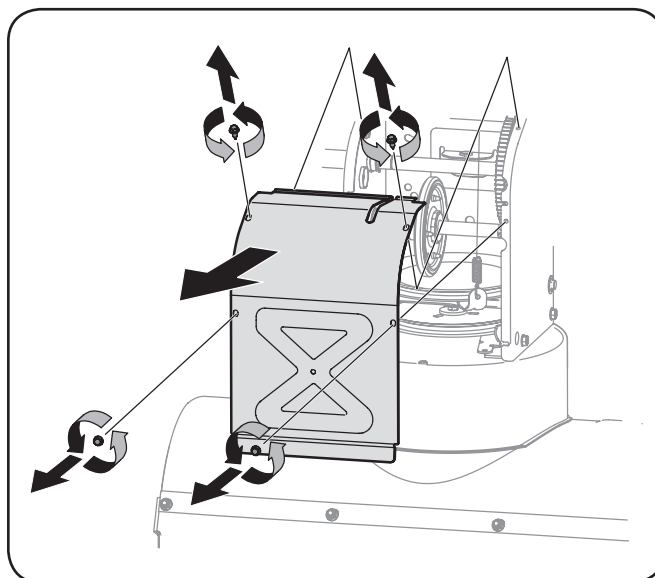

Figura 7-3
3. Saque la cubierta del marco desde debajo de la máquina quitanieve retirando los cuatro tornillos autorroscantes que la aseguran. Consulte la Figura 7-3 en la sección de Servicio.
5. Saque la cubierta del marco desde debajo de la máquina quitanieve retirando los cuatro tornillos autorroscantes que la aseguran. Vea la Figura 7-3.